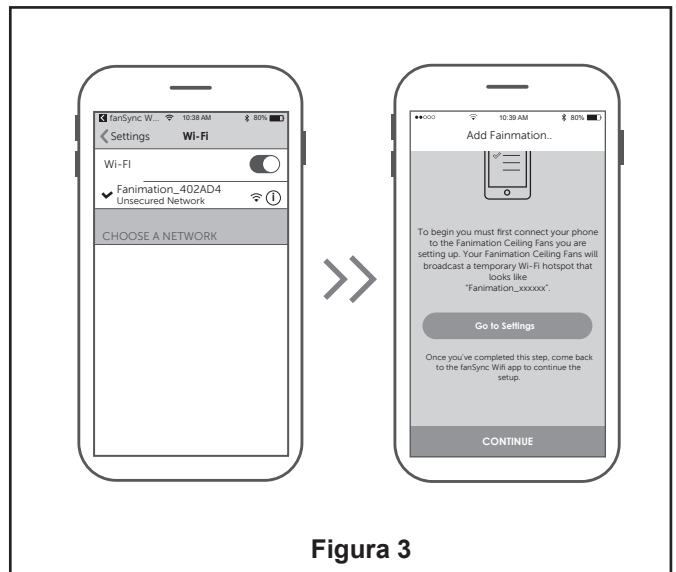

Figura 3
3. Seleccione el dispositivo Fanimation_XXXXXX y vuelva a la App fanSinc Wifi y pulse "CONTINUAR". (Figura 3)